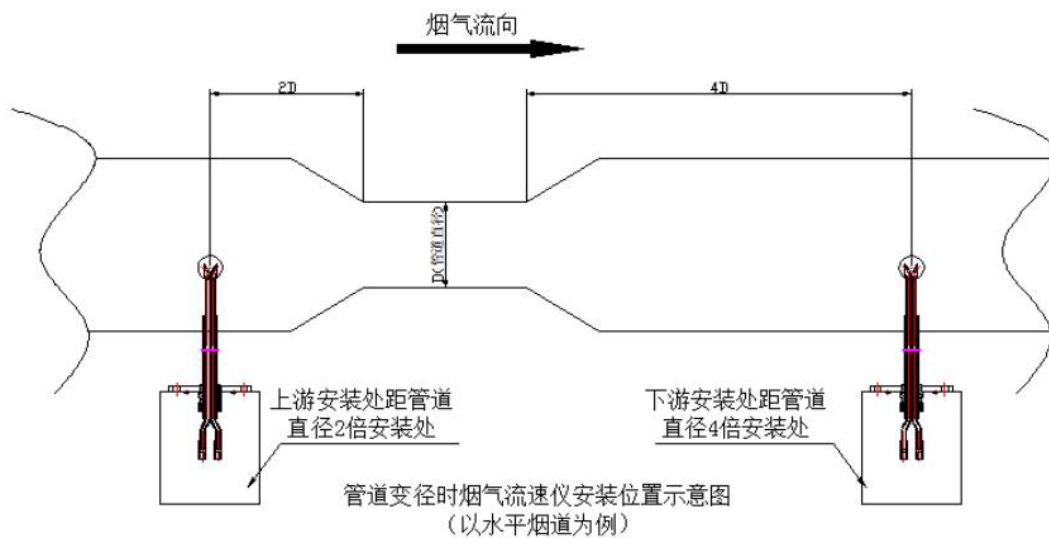
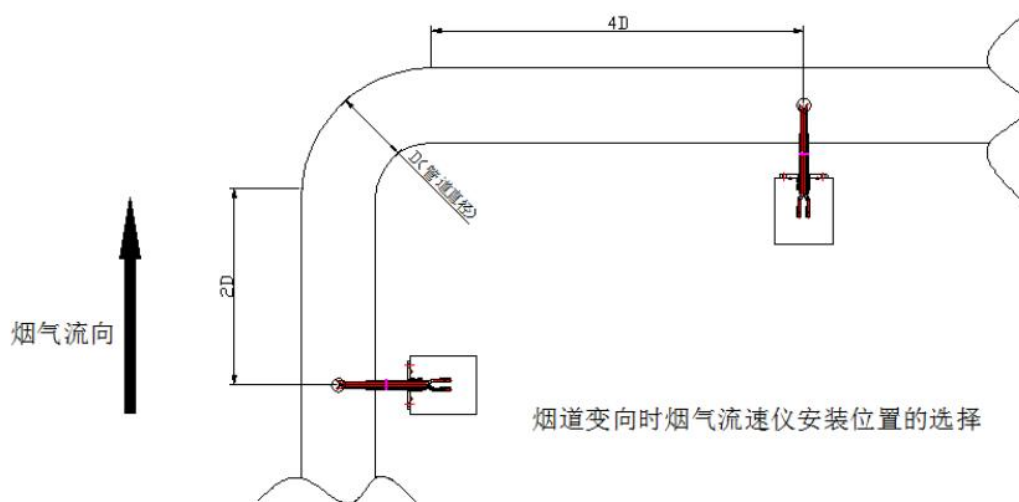

图 1 烟道断面急剧变化时位置的选择
图 2 烟道拐弯处位置的选择
b) 测定位置应避开烟道弯头和断面急剧变化的部位。应设置在距弯头、阀门、变径管下游方向不小于 4 倍直径, 和距上述部件上游方向不小于 2 倍直径处; 如图 1、图 2 所示。